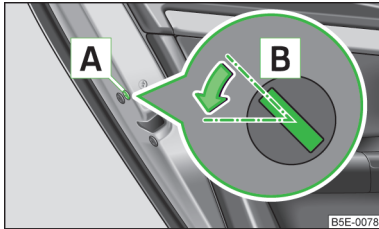

Abb. 208
- Die Blende **A** abbauen » Abb. 208.